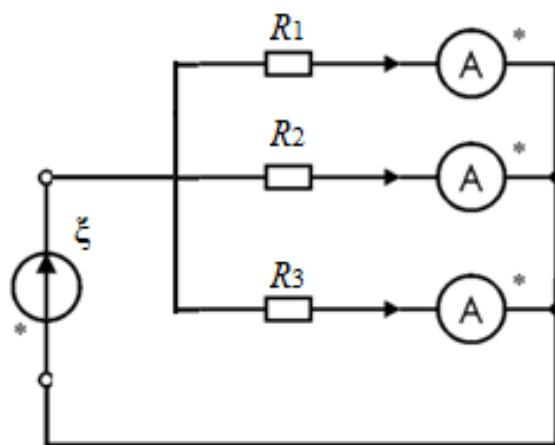

Рис. 9. Схема для проверки закона первого закона Кирхгофа.
2. Соберите схему на приборной панели как показано на рис. 9, используя резистивные сопротивления, мультиметры и соединительные провода. Сопротивление резисторов R_1 , R_2 и R_3 , задаются ведущим преподавателем или сотрудником лаборатории. Не рекомендуется использовать резисторы с большим сопротивлением и отличающимися по значению более чем на два порядка.